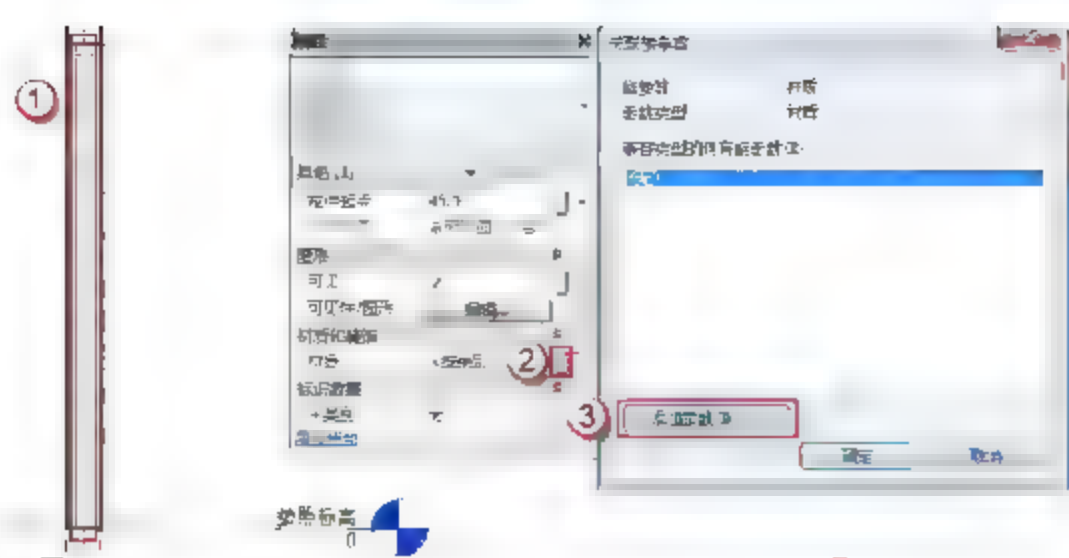
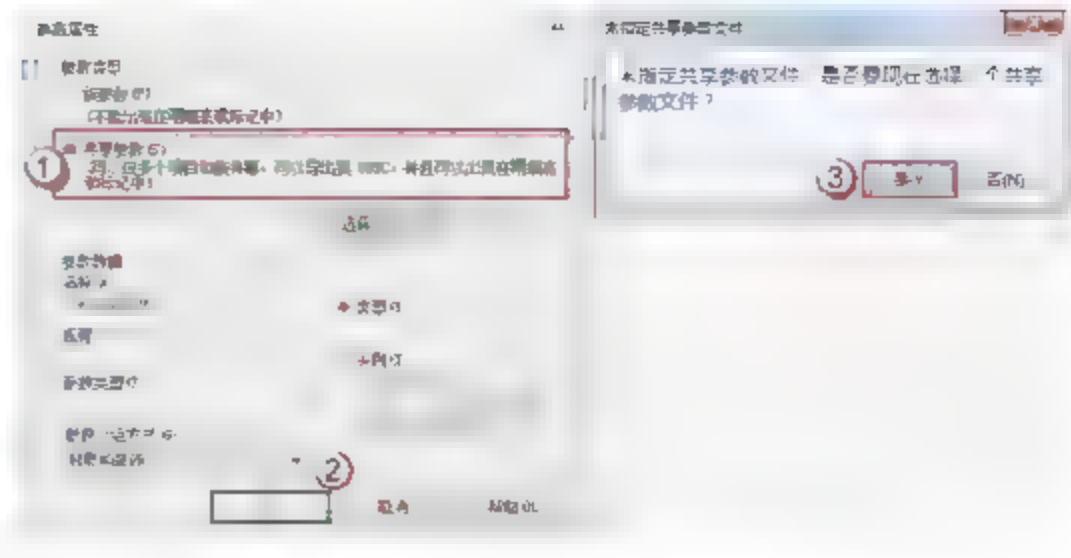

图 6.1.14 添加材质参数
图 6.1.15 “参数属性”对话框
(13) 添加材质参数。在门框的“属性”面板中,单击“材质和装饰”栏“材质”右侧的空白按钮,弹出“关联族参数”对话框,单击“添加参数(D)”按钮,如图6.1.14所示,弹出“参数属性”对话框。选中“共享参数”单选按钮,单击“确定”按钮,弹出“未指定共享参数文件”对话框,单击“是”按钮,弹出“编辑共享参数”对话框,如图6.1.15所示。
(17) 添加门框材质。在门框的“属性”面板中，单击“材质和装饰”栏“材质”右侧的空白按钮，弹出“关联族参数”对话框，单击“添加参数 (D)”按钮，如图 6.1.14 所示，弹出“参数属性”对话框，选中“共享参数”单选按钮，单击“确定”按钮，弹出“共享参数”对话框，在“参数组 (G)”栏中选择“门窗”选项，在“参数 (P)”中选择“门